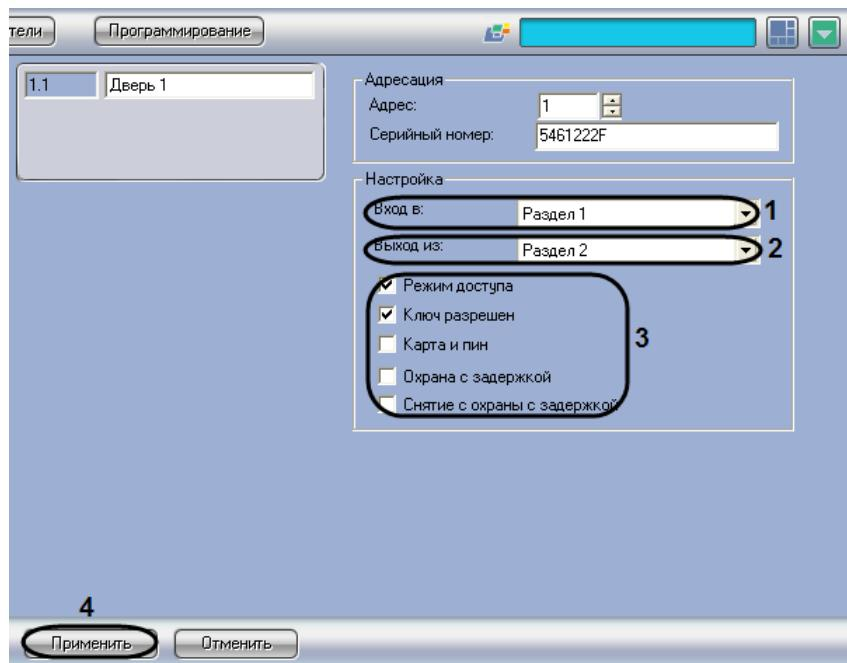

Рис. 3.3—3. Настройка двери
1. Перейти на панель настройки объекта **Дверь** (Рис. 3.3—3).
2. Из списка **Вход в** (см. Рис. 3.3—3, 1) выбрать название раздела, соответствующего территории, расположенной со стороны входа через дверь.
3. Из списка **Выход из** (см. Рис. 3.3—3, 2) выбрать название раздела, соответствующего территории, расположенной со стороны выхода через дверь.
4. Установить флагшки в группе **Настройка** (см. Рис. 3.3—3, 3) для включения соответствующих опций двери (Таб. 3.3—1).